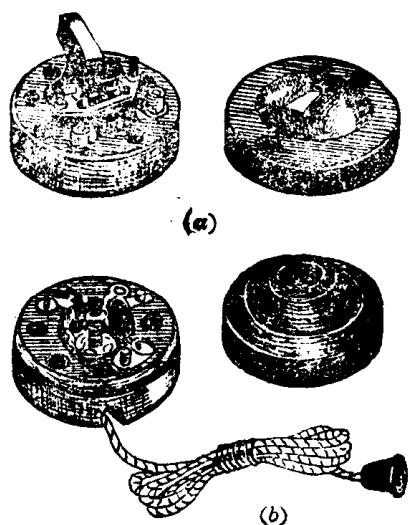

图 1-11
1. 一个开关控制一盏灯。常用的开关有单联平开关, 如图 1-11(a); 拉线开关, 如图 1-11(b), 以及床头开关等。现在大都用拉线式开关, 因为它既安全, 又省电线。电路中的电线有两根, 在安装之前, 先要用测电笔(测电笔的用法见第六章)测量一下, 记住哪一根是火线, 哪一根是地线, 接着切断电源,